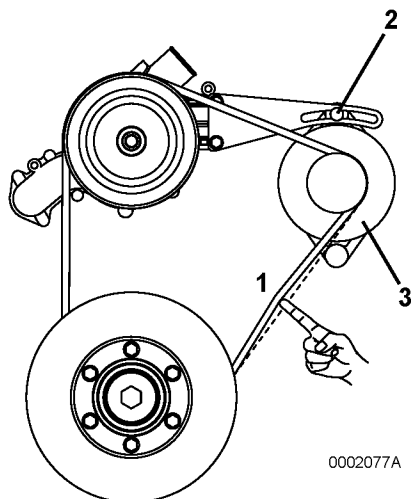

Figura 6
1. Compruebe la tensión de la correa trapezoidal ejerciendo con el dedo, en el medio de la correa (**Figura 6, (1)**) con el dedo.
2. Si la deflexión de la correa trapezoidal está fuera de ese límite, ajuste la tensión de la misma. Afloje el perno de ajuste (**Figura 6, (2)**) y mueva el alternador (**Figura 6, (3)**) para ajustar la tensión de la correa.
3. Si la correa trapezoidal está dañada o gastada, sustitúyala. Afloje el perno de ajuste (**Figura 6, (2)**) y mueva el alternador (**Figura 6, (3)**). Retire la correa de las poleas.
4. Instale una nueva correa en las guías (**Figura 6**) y ajuste la tensión como se indica en el Paso 2.